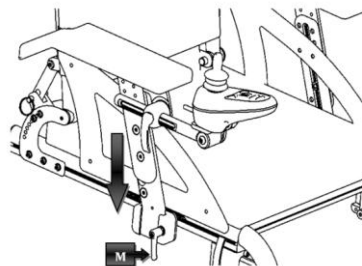

Figura 10
Facendo riferimento alla Figura 10 inserire il bracciolo nell'apposito alloggiamento e stringere la leva (M).